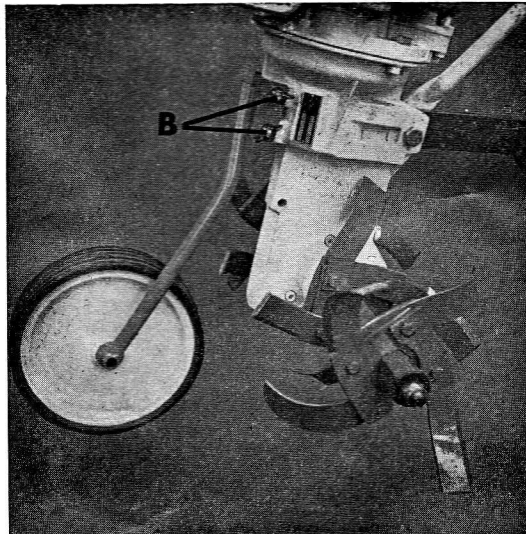

Fig. 16
- Afin d'éviter fatigue et détérioration du matériel, vous pouvez utiliser pour déplacer votre machine une roue de transport qui s'adapte sur le carter d'entraînement à l'aide des deux boulons de fixation B. Cette roue ne peut être utilisée en travail (fig. 16).